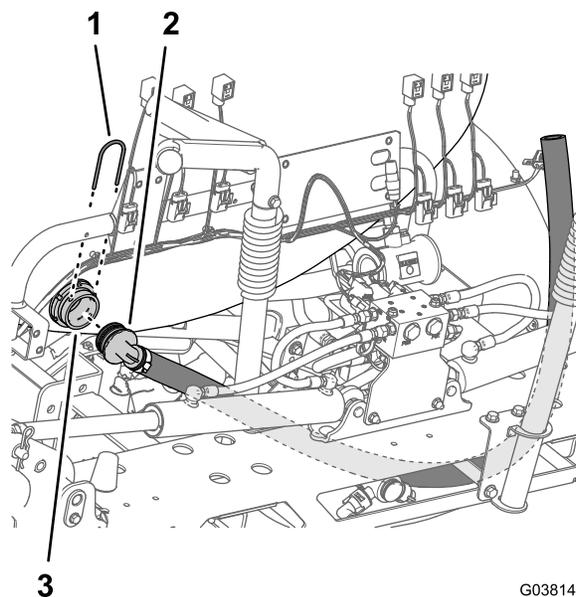

Figure 28
- Retirez l'étrier qui fixe le raccord à 90° cannelé du flexible de dérivation de section relié aux vannes de section du raccord de traversée à l'arrière de la cuve du pulvérisateur (Figure 28).
- Débranchez le raccord à 90° cannelé du raccord de traversée (Figure 28).